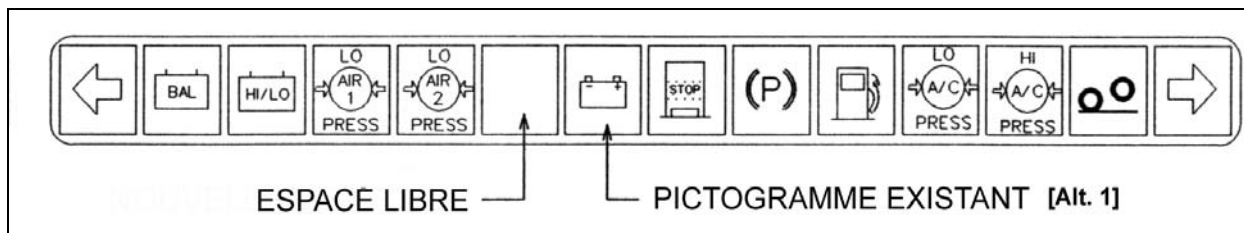

FIGURE 11 : TABLEAU DES TÉMOINS LUMINEUX
2. Le témoin libre (figure 11) servira à indiquer qu'un des alternateurs ne charge pas. Le pictogramme fourni ne peut pas être inséré sur ce type de module. Noter cet emplacement à l'aide d'une étiquette collante placée à proximité du témoin [Alt. 2].